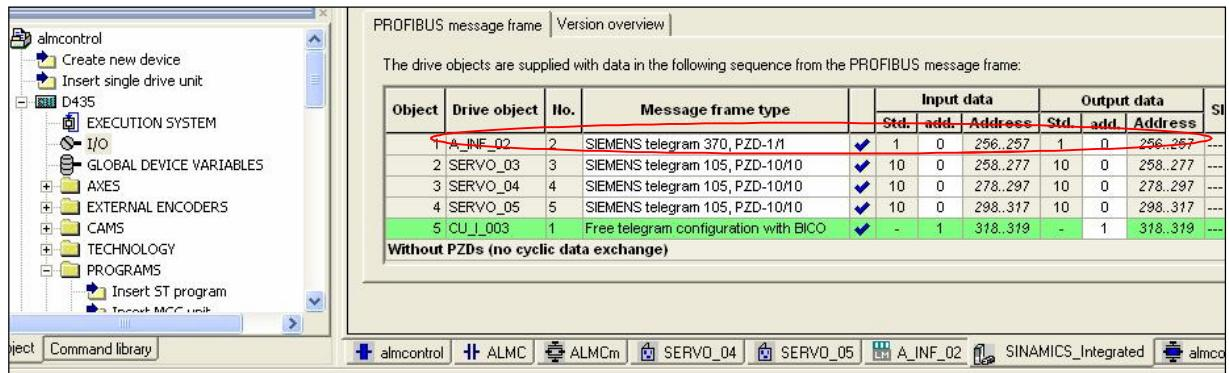

图9.
(4) 在I/O变量表中建立功能块的 periin 及 periout 的输入及输出地址变量，注意：PIW256 及 PQW256 分别为 ALM 的设备地址(见图9)。